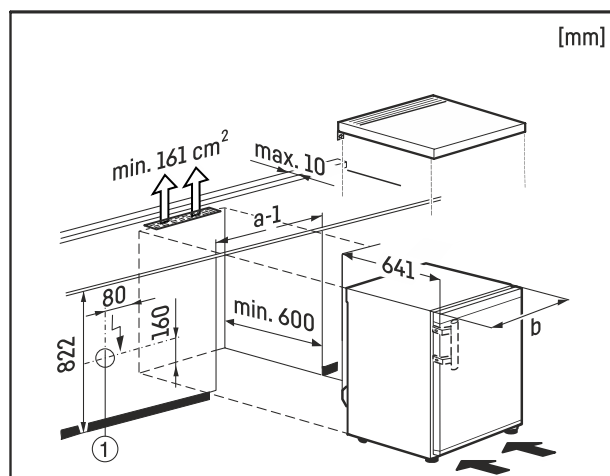

Fig. 8
La prise Fig. 8 (1) ne doit pas être située derrière l'appareil et doit être facilement accessible.